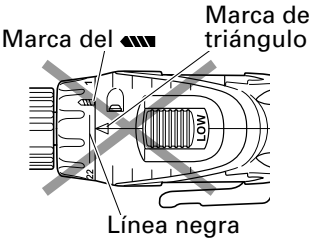

Fig. 17
- Evite usar la unidad con el número del dial del embrague entre “22” y la línea provista en el medio de la marca del taladro “”. Si lo hiciese, se podrían producir daños (Consulte la Fig. 17).